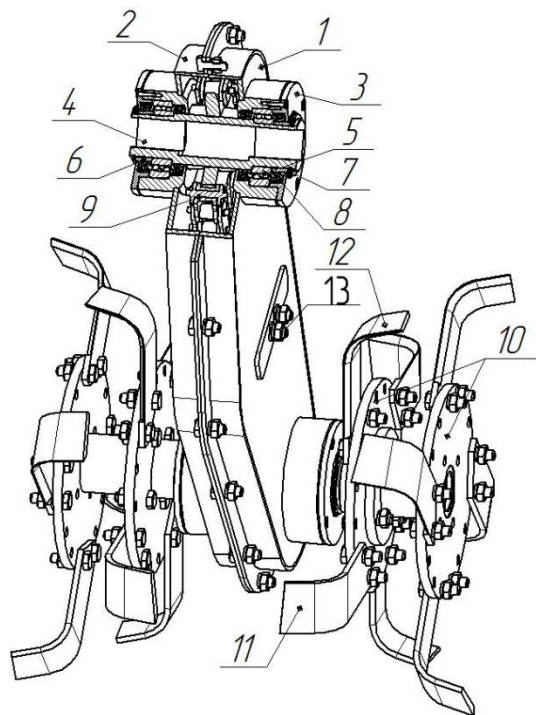
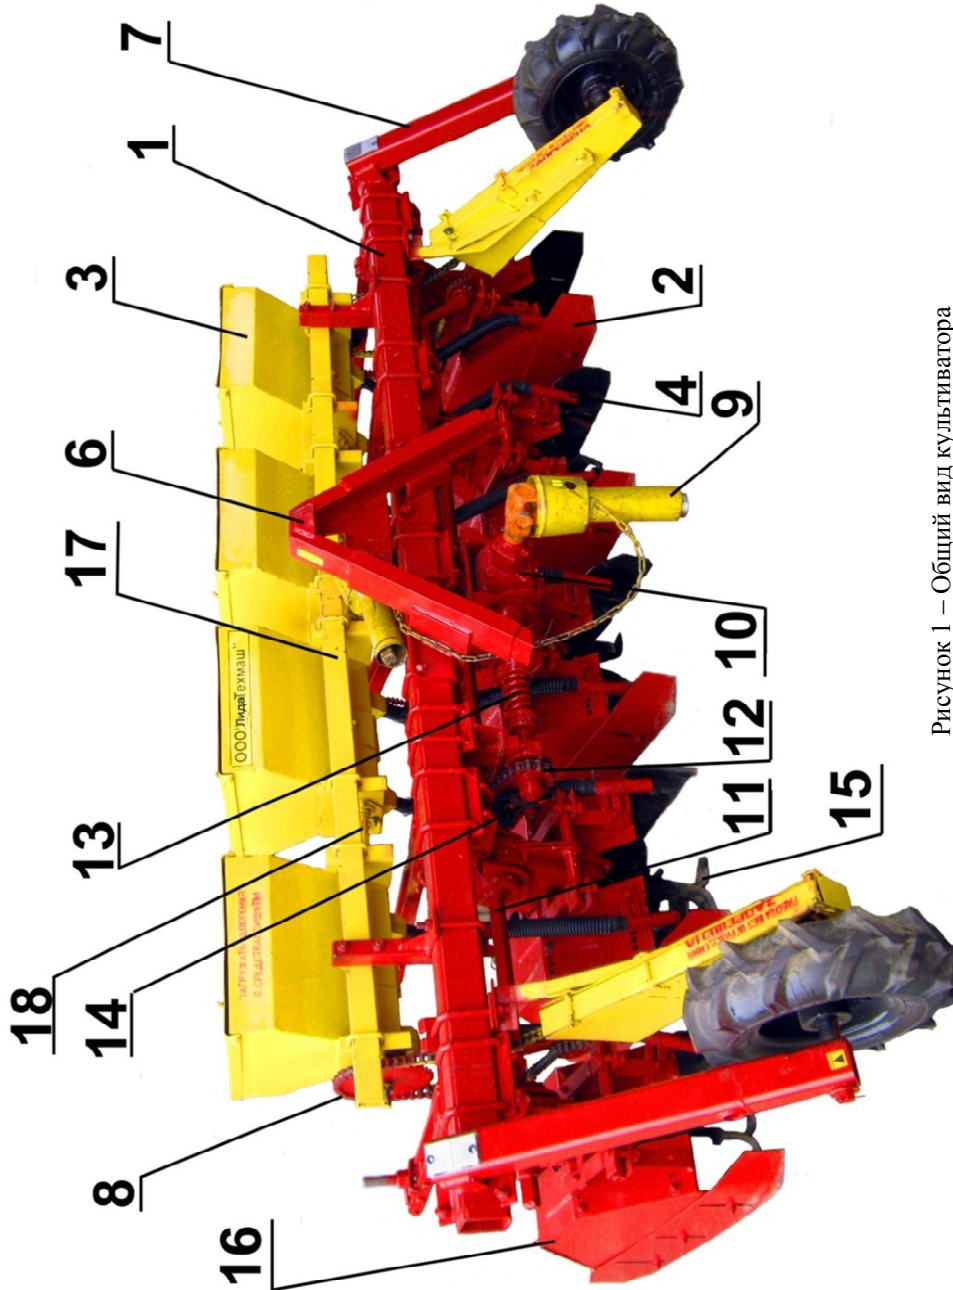

Рисунок 6 – Редуктор КФ 04.000 в сборе с лопастями
Рисунок 1 – Общий вид культиватора
3.1 Фрезерный культиватор (рис.1) представляет собой навесную машину, состоящую из рамы 1, на которой крепятся: замок автосцепки 6, два несущих колеса 7, пять (или семь) секций рабочих органов 2 и транспортное приспособление (для культиваторов КФ-4,2; КФ-4,5; КФ-5,4).
3.4 Рабочими органами культиватора являются почвообрабатывающие фрезы (рис. 6) и неподвижные ножи 15 (рис. 1). Привод фрез осуществляется от ВОМ трактора и состоит (см. рис. 1) из карданной передачи 9, конического редуктора 10, цепной передачи 12, центрального вала 11 и цепных редукторов. Для предохранения привода от повреждения при аварийных перегрузках предусмотрено предохранительная муфта 13.
Регулировка цепи привода рабочих органов производится с помощью натяжника 14 (рис.1), в цепном редукторе – при помощи натяжника 13 (рис.6).
- цепь привода рабочих органов: при помощи натяжника 14 (рис.1);
- в цепном редукторе: при помощи натяжника 13 (рис.6).